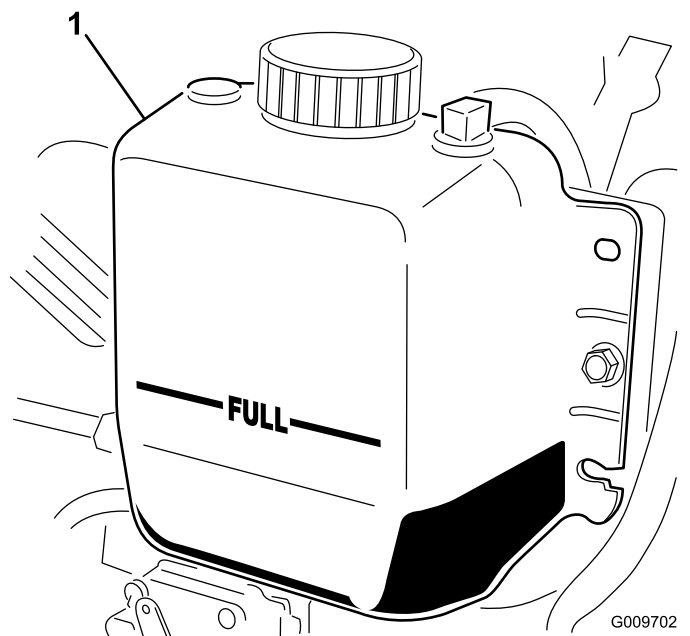

図 70
3. ラジエーター内部の液量を点検する。ラジエーターは補給口の首の部分まで、補助タンクはFULLマークまでであれば適正です 図 70。